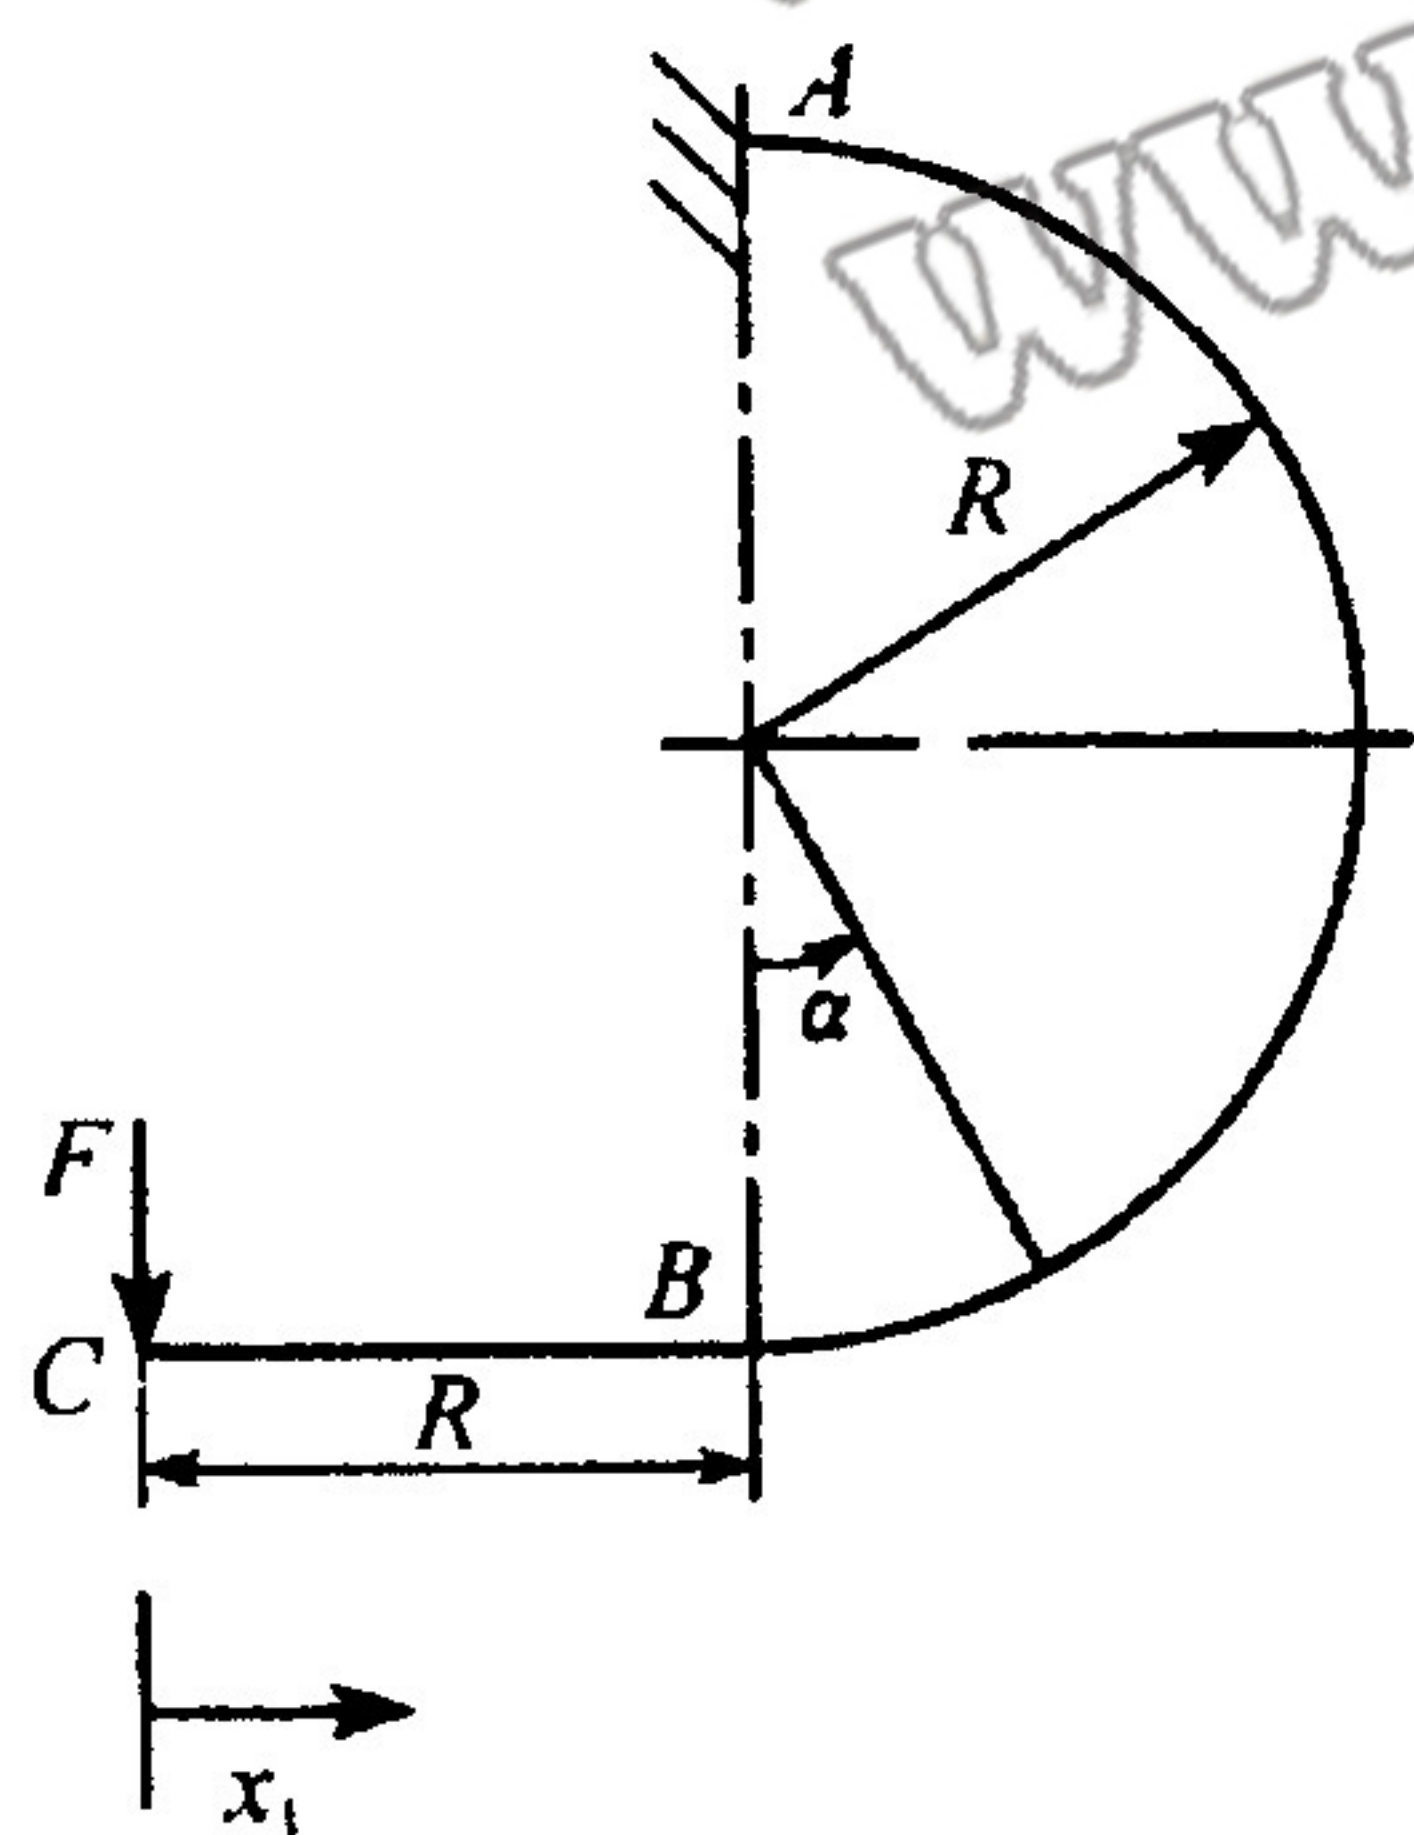

图 7.12
4. 如图 7.12 所示曲梁，A 端固定，全梁  $EI$  相同，C 端作用集中力  $F$ ，试求 C 端的铅垂位移和水平位移（只考虑弯曲作用）。